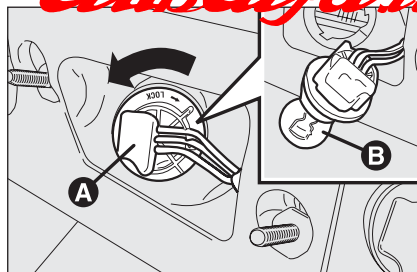
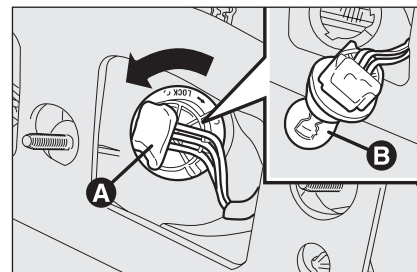

fig. 33
fig. 34
- ☐ ruotare in senso antiorario il portalampada **A-fig. 33** oppure **A-fig. 34**, estrarre la lampada **B** e sostituirla;